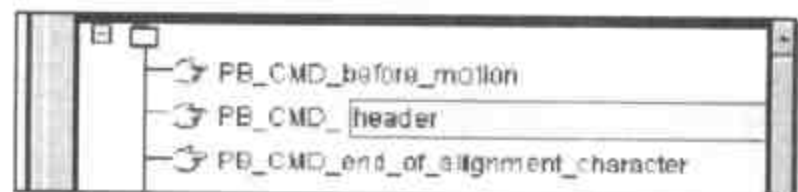

图 5-17 输入指令名
- 输入名称 header, 按回车键 (如图 5-17 所示)。